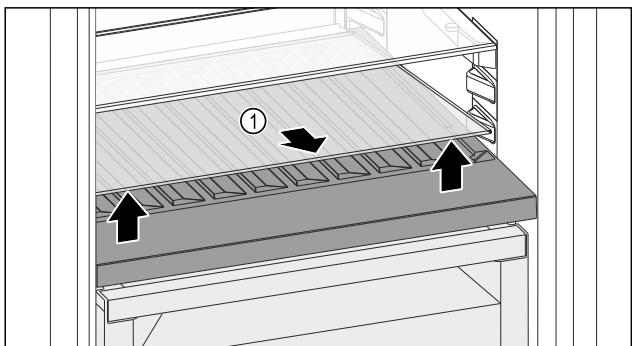

Fig. 116
- Glasplatte Fig. 116 (1) an der Aussparung vorne anheben und herausnehmen.
- Glasplatte Fig. 116 (1) außerhalb des Geräts sicher aufbewahren.